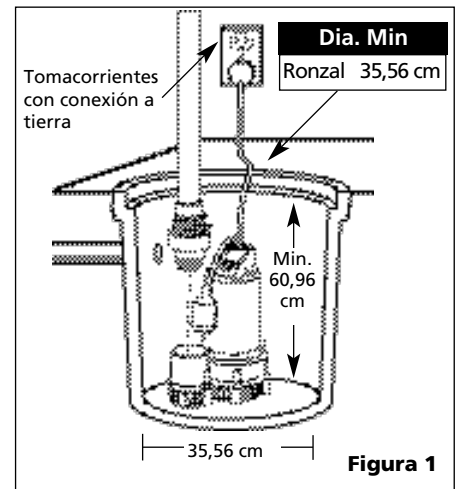

Figura 1
1. Instale la bomba en un sumidero cuyo diámetro sea por lo menos de 24" (624 mm) de diámetro tal como se indica en la figura 1. Las paredes del sumidero deben ser de locetas, concreto, acero o plástico.